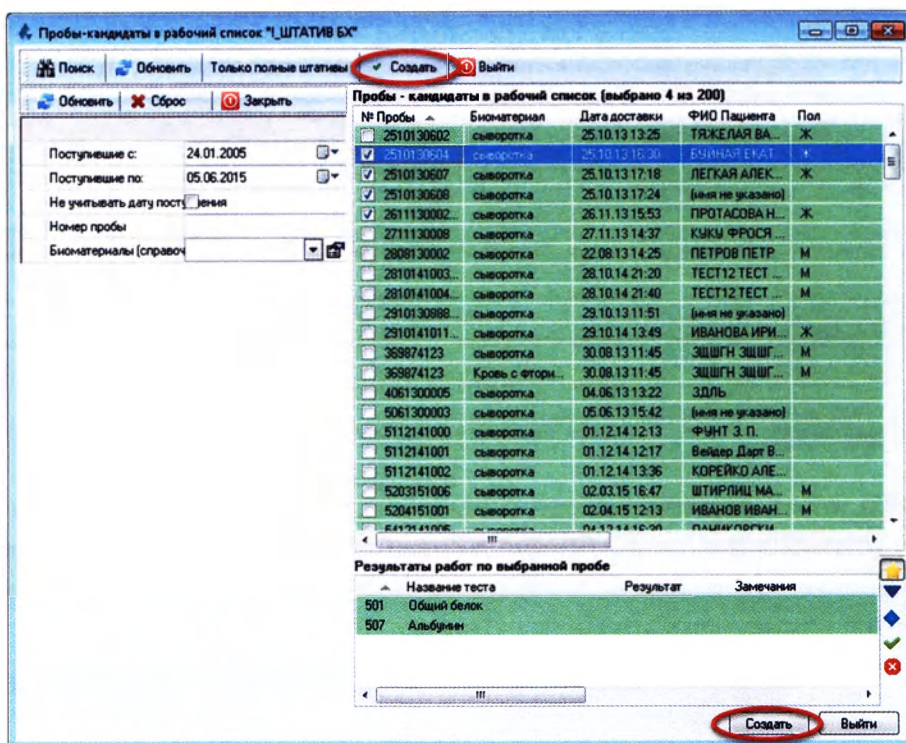

Рисунок 6.16
4. Нажмите кнопку «Создать» (Рисунок 6.16):